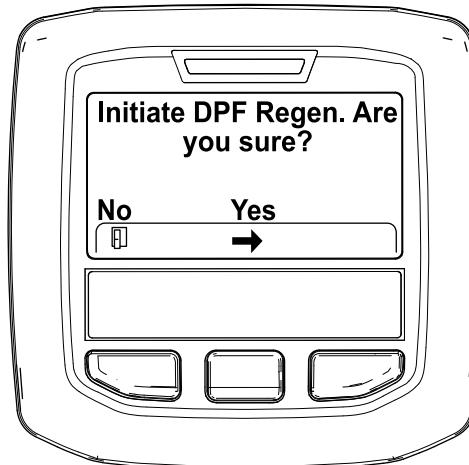

Figura 31
- Quando surge a mensagem “Initiate DPF Regen. Are you sure?” (Iniciar Regen. DPF. Tem a certeza?), prima o botão central (Figura 31).